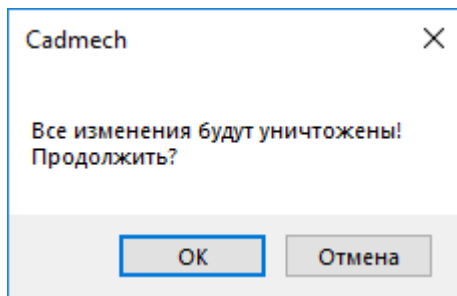

Рисунок 6-28
**Примечание:** если после внесения изменений в **Редакторе технических требований** нажать кнопку **Закреть** , появится окно, предупреждающее об уничтожении изменений (Рисунок 6-28).